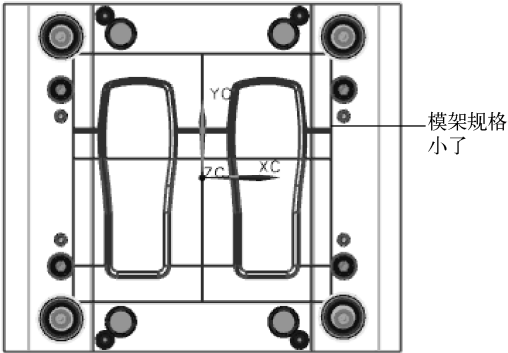
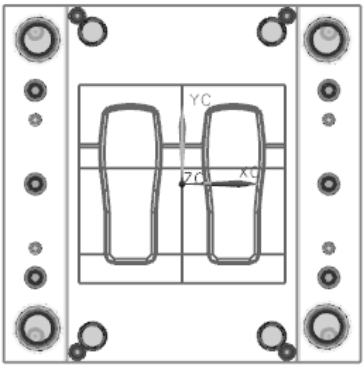

图 6-36 加载模架的俯视图
图 6-37 调大模架规格
(3) 在加载的模架侧视图上检查 A 板高度和 B 板高度是否合适，是否能够嵌入型腔和型芯，并留有足够的余地。
(4) 在加载的模架俯视图上检查模架的规格是否合适，如图 6-36 所示，型腔和型芯已经超过模架的导柱导套，说明模架小了。在图 6-34 所示的【模架设计】对话框中，选择模架规格为 4545，这时“Mold_type”为 450:T，单击【应用】按钮，更新模架，如图 6-37 所示，可见模架的规格足够了。
(6) 如果在如图 6-36 所示的模架俯视图中，工件的位置和模架的相对位置与视图显示的方向不同，单击如图 6-34 所示的对话框中的【旋转模架】按钮，将模架旋转 90°，以符合所需的布置。调入的标准模架如图 6-40 所示。